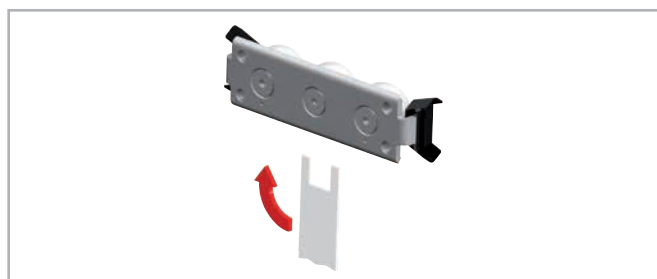

Fig. 54
- (1) Controle que las pistas de rodadura estén libres de suciedad y residuos.
- (2) Si fuese necesario, quite los rascadores e inserte los cursores en las guías. Afloje ligeramente el tornillo de anclaje del rodamiento central.
- (3) Coloque el cursor (es) en los extremos de la guía.
- (4) Para las guías en U debe haber un soporte delgado (por ejemplo, una llave de ajuste) debajo de los extremos del cuerpo del cursor para asegurar la alineación horizontal de este último en las pistas de rodadura planas.
- (5) La chaveta plana especial incluida se inserta desde el costado entre el cursor y la guía y se inserta en el eje hexagonal o cuadrado del perno excéntrico que se debe ajustar (véase la fig. 54).
- (6) Girando la chaveta plana en el sentido de las agujas del reloj, el rodamiento excéntrico se presiona contra la pista de rodadura superior, eliminando así el juego y ajustando la precarga correcta. Durante este proceso, es recomendable que se haya reducido a cero el juego; evitar una precarga excesiva porque podría crear una fricción mayor, reduciendo la vida útil.
- (7) Sujete el rodamiento con la llave de ajuste en la posición deseada y apriete con cuidado el tornillo de anclaje. Posteriormente se controlará la torsión de apriete exacta.
- (8) Mueva el cursor en la guía y controle la precarga a lo largo de toda la longitud de la guía. Se debe deslizar fácilmente y el cursor no debe tener ningún tipo de juego en ninguna parte de la guía.
- (9) Apriete el tornillo de anclaje con el par de apriete indicado (véase la tab. 46), manteniendo mientras tanto la posición angular del rodamiento para no cambiar la precarga al apretar el tornillo. Se recomienda utilizar un sellador de roscas.
- (10) Si lo desea, vuelva a montar los rascadores.